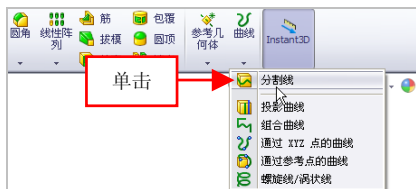

图 7-2 单击【分割线】按钮
(2) 在【特征】选项卡，单击【曲线】列表框中的【分割线】按钮，如图 7-2 所示。